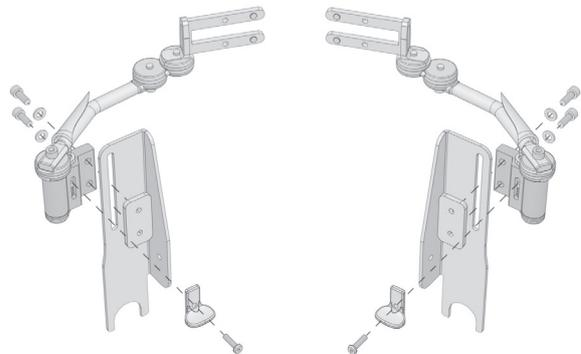

Bild 18. Montering av anpassat fäste samt frigöringsknapp.
3. Montera bålstödet på det anpassade fästet, montera sedan frigöringsknappen på bålstödets insida. Se bild 18.